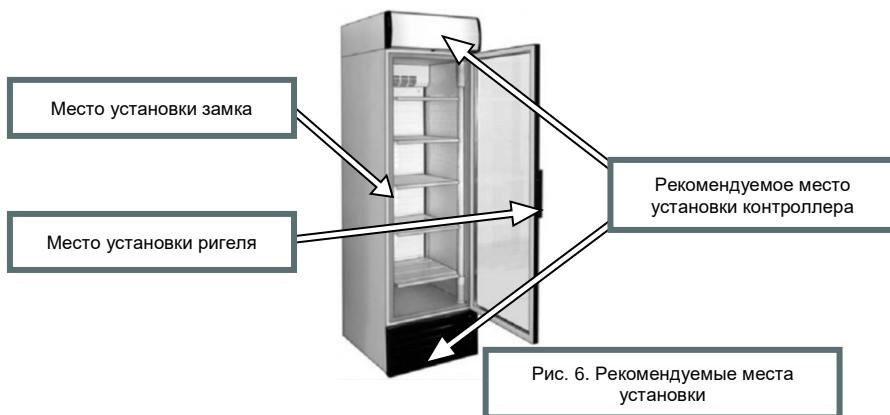

Рис. 6. Рекомендуемые места установки
1. Контроллер устанавливается внутри канале (за рекламной панелью) (см. рис. 6 в п. 6) или внутри компрессорного отсека.